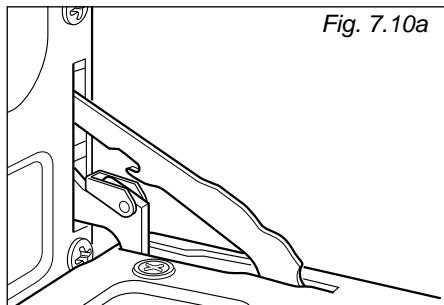

Fig. 7.10a
- Abra la puerta completamente (Fig. 7.10A).